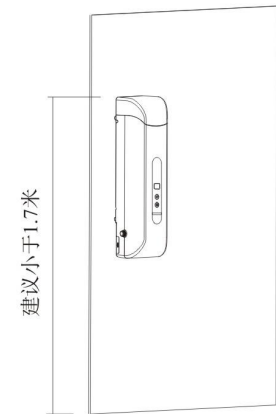

图3安装好后的示意图
- 将主机上的固定板安装到前一步固定在墙上的挂板卡槽中，完成壁挂步骤。安装完后如图3所示。